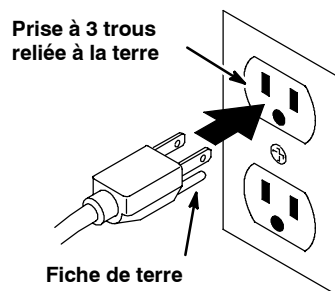

FIG. 28
3. Branchez le cordon d'alimentation CA du chargeur sur une prise mise à la terre correctement (Figure 28).